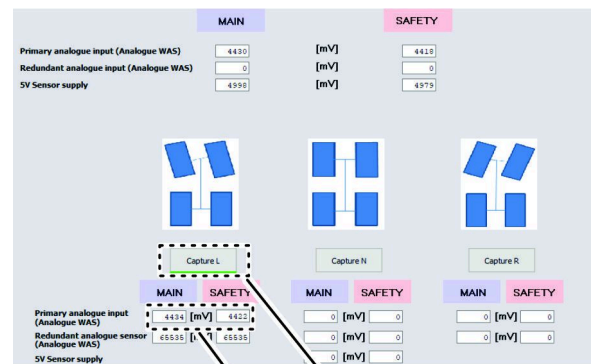

図 148
4. キャプチャーLアイコンをクリックします (図 148)。